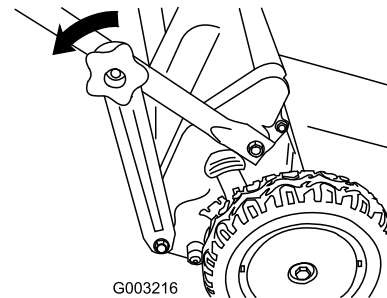

Figure 16
- Retirez les boutons de fixation des supports aux extrémités de la partie inférieure du guidon (Figure 16).